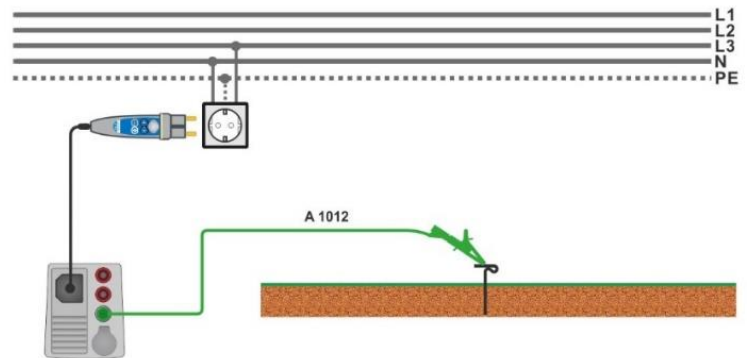

Fig. 4.8: Anslutning med Plug commander och 3-ledar testledningar
- › Anslut 3-ledar testledningarna eller Plug commander till objektet som skall testas, se **Fig. 4.8**.